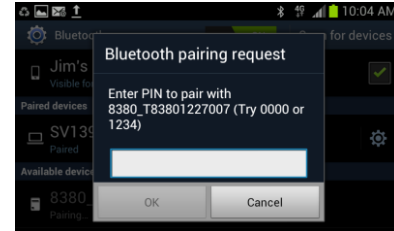

Abbildung 3. Bluetooth-Kopplungsanfrage
2. Geben Sie den Pin-Code des Modells 8380 für die Bluetooth-Kopplungsanfrage ein (Abbildung 3).
4. Das Android-Gerät nimmt dann eine „**Bluetooth-Pairing-Anfrage**“ vor. Siehe Abbildung 3.